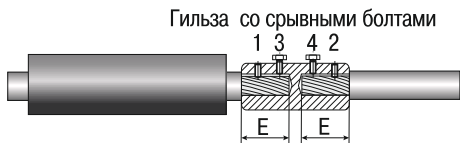

Рисунок 4
4.11 При соединении жил гильзами со срывными болтами удалить изоляцию с жил на длине Е (рисунок 4).
4.13.2 Установить на соединяемые жилы гильзу до упора в изоляцию и подтянуть от руки болты в порядке 1-2-3-4 (рисунок 4).